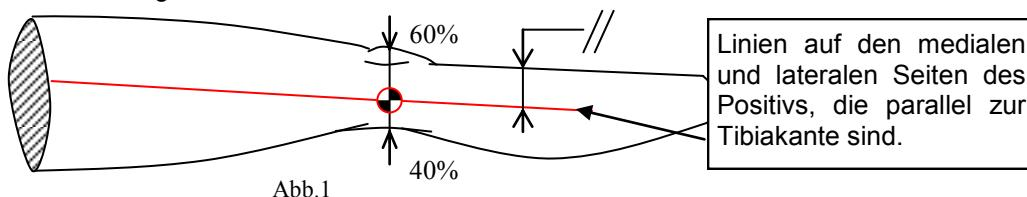

Abb.1
2. Sur le positif, rectifié et augmenté de l'épaisseur du garnissage, partant des centres articulaires transférés de l'étape 1, **tracez** (côtés interne et externe) **une direction parallèle à l'arête tibiale**. Prolongez cet axe sur le segment de cuisse (fig.1).
2. On the positive rectified and increased by the lining thickness, mark the knee joint centers found at step 1. Starting from these centers, **trace** on the medial and lateral sides **a line that is parallel to the tibial crest**, then extend this line on the AK segment (fig.1).